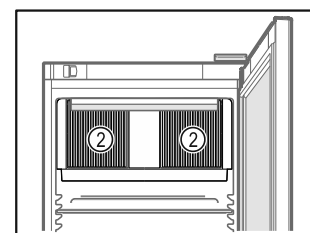

Fig. 48
- Udržiavajte voľné vetracie štrbiny Fig. 48 (2) cirkulačného ventilátora vo vnútornom priestore.